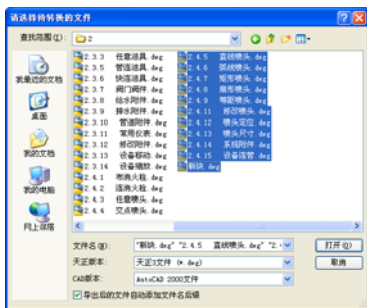

图 12-5 【请选择待转换的文件】对话框
① 单击“文件布图”→“批转旧版”命令，系统弹出如图 12-5 所示的【请选择待转换的文件】对话框。